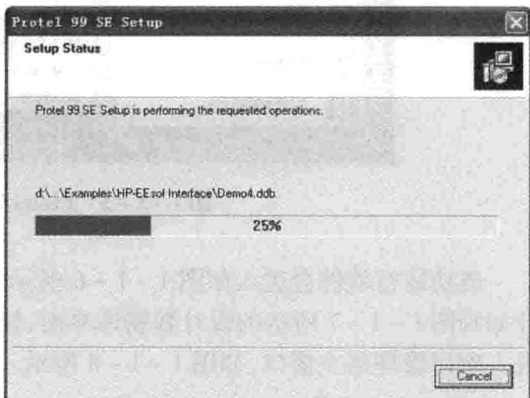

图 1-1-4 复制文件
5. 设置好程序组,单击 Next 按钮,系统开始复制文件,如图 1-1-4 所示。